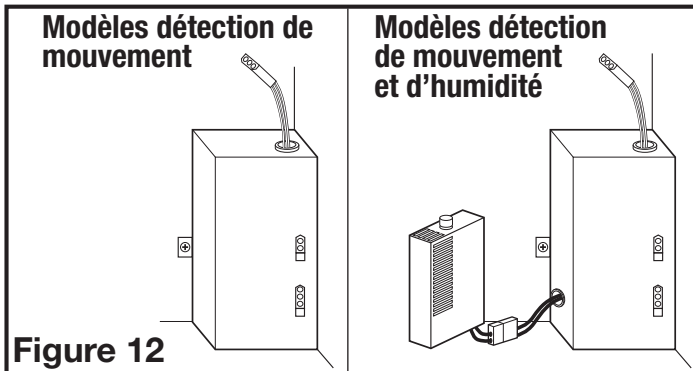

Figure 12
- 3b. **MODÈLES DÉTECTION DE MOUVEMENT AVEC DÉTECTION DE MOUVEMENT ET D'HUMIDITÉ:** Branchez les cordons du moteur du ventilateur à 2 et 3 broches de connexion rapide dans les connecteurs situés sur le côté du couvercle du compartiment de fil. Branchez le cordon à 3 broches de connexion rapide à partir du capteur de mouvement sur le gril dans le connecteur sortant de la partie supérieure du compartiment de fil. Ces cordons ne peuvent être insérés que dans un seul sens dans les connecteurs (Figure 12).